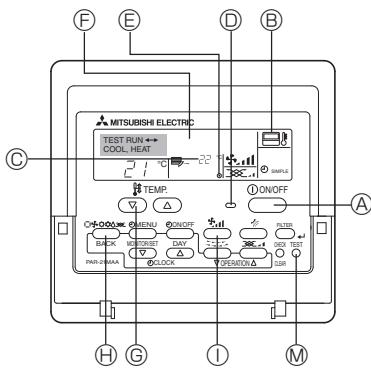

Fig. 9-2
9.2.2. Ενσύρματο τηλεχειριστήριο (Fig. 9-2)
- ① Τροφοδοτήστε με ρεύμα τη μονάδα τουλάχιστον 12 ώρες πριν τη δοκιμαστική λειτουργία.
- ② Πατήστε δύο φορές το κουμπί [TEST] (ΔΟΚΙΜΗ). ➔ "TEST RUN" (ΔΟΚΙΜΗ) οθόνη υγρών κρυστάλλων.
- ③ Πατήστε το κουμπί επιλογής τρόπου λειτουργίας [Mode selection] (Επιλογή τρόπου λειτουργίας). ➔ Βεβαιωθείτε ότι ο αέρας φυσά προς τα έξω.
- ④ Πατήστε το κουμπί επιλογής τρόπου λειτουργίας [Mode selection] (Επιλογή τρόπου λειτουργίας) και επιλέξτε τη λειτουργία ψύξης (ή θέρμανσης). ➔ Βεβαιωθείτε ότι ψυχρός (ή θερμός) αέρας φυσά προς τα έξω.
- ⑤ Πατήστε το κουμπί ταχύτητας αέρα [Fan speed] (Ταχύτητα αέρα). ➔ Βεβαιωθείτε ότι η ταχύτητα του αέρα είναι ενεργοποιημένη.
- ⑥ Ελέγξτε τη λειτουργία του ανεμιστήρα της εξωτερικής μονάδας.
- ⑦ Σταματήστε τη δοκιμαστική λειτουργία πατώντας το κουμπί λειτουργίας [ON/OFF]. ➔ Διακοπή
⑧ Καταχώρηση αριθμού τηλεφώνου.